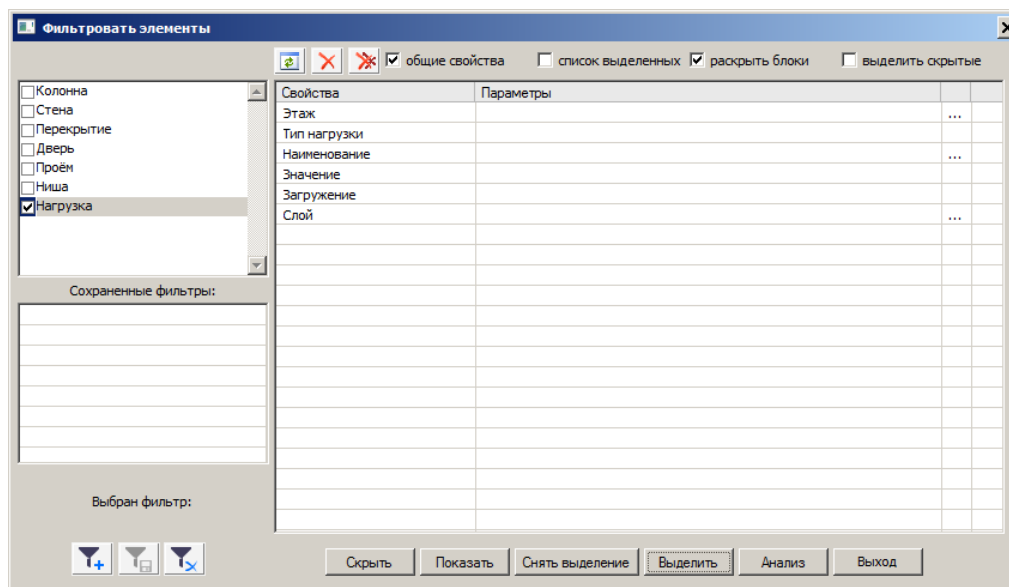

Рис.23.21. Диалоговое окно **Фильтровать элементы**
- Вызовите диалоговое окно **Фильтровать элементы** (рис.23.21) щелчком по кнопке  - **Фильтр** на панели инструментов **Визуализация**.